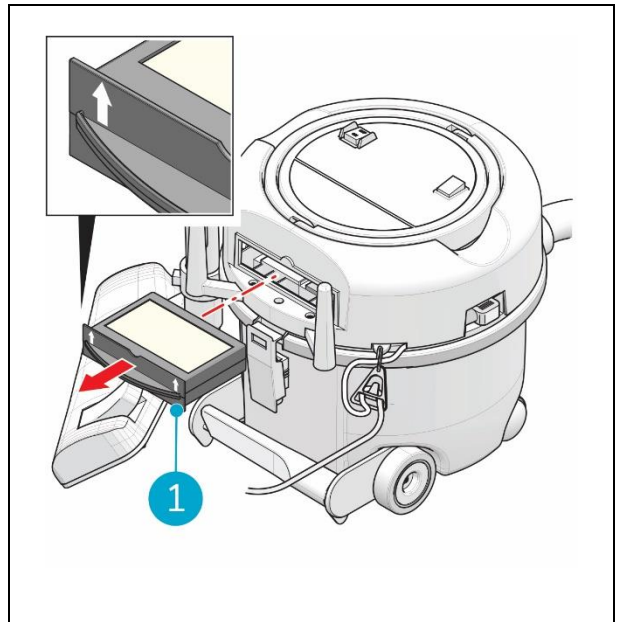

Figure 22
1. Retirez le filtre à cassette (fig. 22, pos. 1) du capot de l'i-vac® 6.